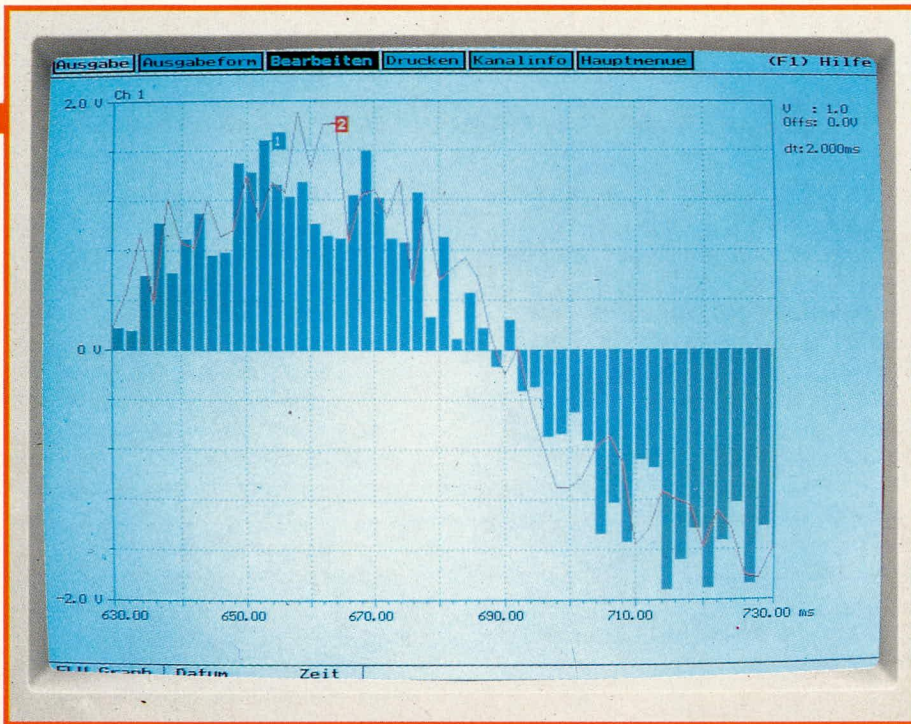

Bild 2:
- Variable grafische Veranschaulichung der Signalverläufe. Jeder Verlauf kann entweder als Kurve (Linie), als Balken- oder als Treppendiagramm ausgegeben werden. Die Darstellung in Kurven- und Balkenform bietet sich besonders bei gleichzeitiger Ausgabe mehrerer Verläufe in einem Fenster an, da hierdurch eine besonders leichte Unterscheidbarkeit und „optische Auflockerung“ erreicht wird (Bild 2). Eine Ausgabe in Treppenform wird man dagegen in der Regel bei digitalen Signalen vorziehen (so daß man eine oszilloskopähnliche Anzeige bekommt).